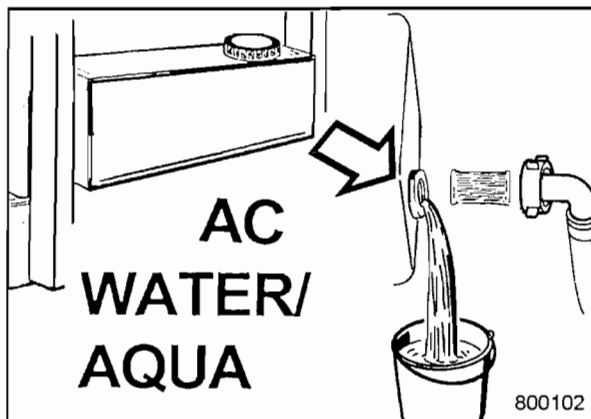

Fig. 109
- Extraer el filtro de emulsión (Fig. 109) y limpiarlo.